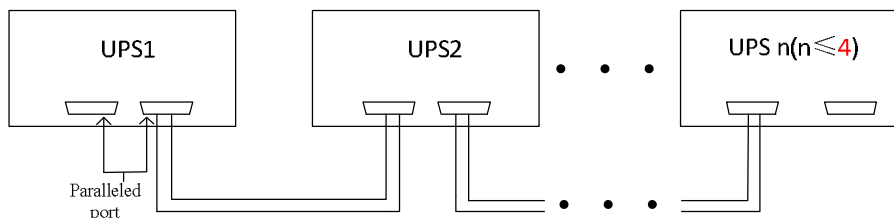

Figura 4.2 Tabla de conexión de comunicación de máquinas paralelas
2. Como se muestra en la figura 4.2, conecte los puertos en paralelo de los puertos de comunicación para UPS listos para paralelo con cable paralelo, y puede conectar en paralelo 4 máquinas como máximo.